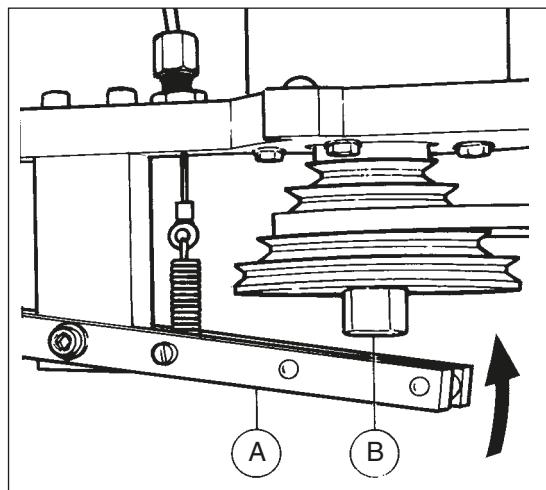

Fig.17
- Tourner l'arbre à la main afin d'introduire le verrou de l'arbre dans sa position de blocage (fig.17,B).
- Le verrou de l'arbre se trouve maintenant dans une position où il ne gène plus (fig.17,A).